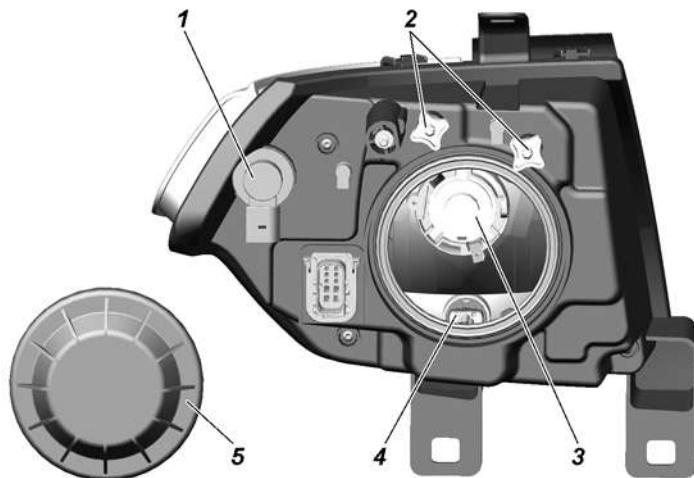

Рис. 9.32. Фара:
3. Включите ближний свет фар и, поочередно закрывая каждую фару, вращением регулировочных винтов 2 (рис. 9.32) добейтесь, чтобы светотеневая граница слева от точек Е и Е' совпадала с линией 1, а справа — с линиями 2 и 2' для левой и правой фар соответственно. Точки перелома светотеневой границы должны совпадать с точками Е и Е'.
Замена ламп фар. Для замены лампы указателей поворота снимите колодку с патрона 1 (рис. 9.32), поверните патрон по часовой стрелке (для правой фары) или против часовой стрелки (для левой фары) и выньте патрон в сборе с лампой.